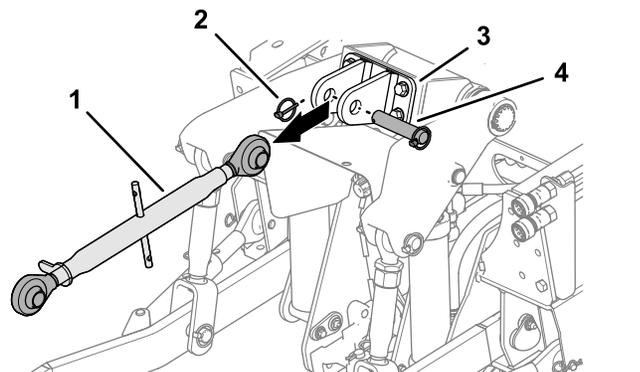

Bild 10
3. Falls vorhanden, Klappstecker, Lastösenbolzen und oberer 3-Punkt-Lenker von der Oberlenkerhalterung entfernen (Bild 10).